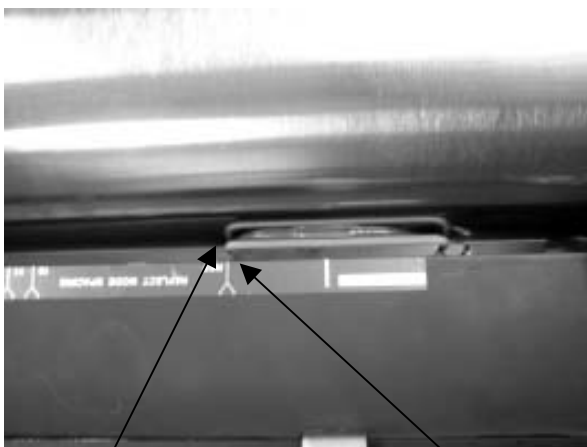
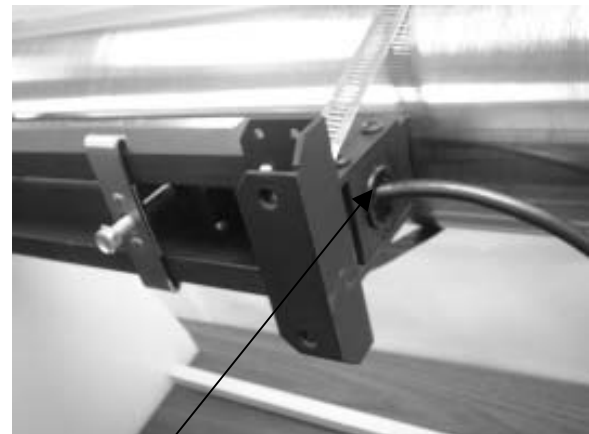

Abbildung 4
Abbildung 5
- Suchen Sie die Referenz-Indexmarkierung auf der Montageschiene (Abbildung 4). Stellen Sie die stromaufwärts führende Fließrichtung fest und führen Sie das jeweilige Transducerkabel vom Durchflussmessgerät durch die Endplatte des Montageschienenaufbaus ein. Pressen Sie die Kabeltülle in die Öffnung (Abbildung 5).
- Den Transducer in den Montageschienenaufbau einsetzen und mit der Vorderseite zur Referenz-Indexmarkierung ausrichten. Auf das Rohr aufsetzen und befestigen (Abbildung 4 und 6).